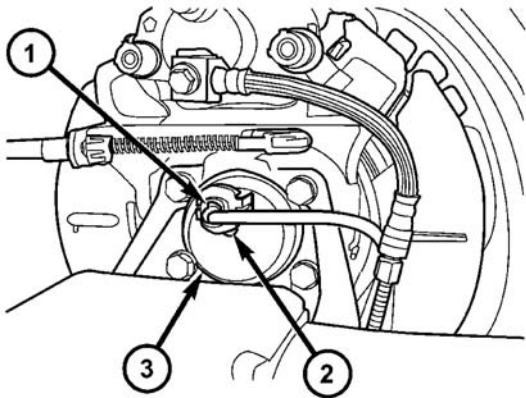

图 135 轮毂和轴承处的传感器连接
- （a）拆下轮速传感器头上的第二个（黄色）固定夹（图135）。
- （b）推按金属固定夹（图135）一直到底。这将从轮毂和轴承上松开轮速传感器。在保持金属夹向上的同时，向后拉轮速传感器头，将其从轮毂和轴承上拆下。